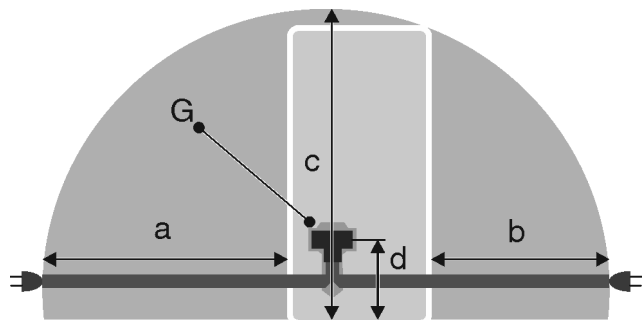

Fig. 22 Холодильники / морозильні камери / повнорозмірні прилади BioFresh
- Розетка лежить не за пристроєм, а в зонах *a* або *b* *Fig. 22 (a, b, c)*.
► Встановіть штекер пристрою *Fig. 22 (G)* на задній стороні пристрою. Слідкуйте за правильною фіксацією.